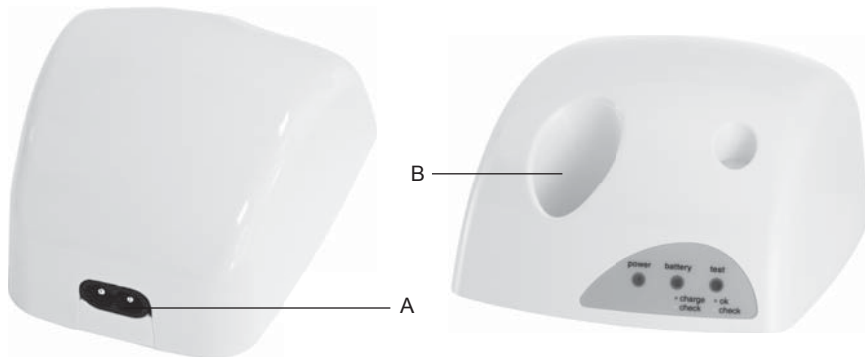

Bild 5
⚠ GEFAHR: Die Elektrokontakte des Ladegeräts nicht mit Metallgegenständen kurzschließen (Bild 5 - Ref.B) und nicht bei eingeschaltetem Gerät anfassen.
- 2 Das Stromkabel (Bild 3 - Ref.E) in die Buchse auf der Hinterseite des Geräts stecken (Bild 5 - Ref.A) und an die Wandsteckdose anschließen. Das grüne Led power schaltet ein (Bild 4 - Ref.A).
- 1 ist das Handstück in seinen Sitz in das Ladegerät einzusetzen (Bild 5 - Ref.B). Das grüne Led battery leuchtet auf (Bild 4 - Ref.B).
- 1 Setzen Sie das Handstück in seinen Sitz im Ladegerät (Bild 5 - Ref.B). Das grüne Led Battery leuchtet auf (Bild 4 - Ref.B).
Nach Beendigung der Behandlung setzen Sie das Handstück Starlight pro in das Ladegerät (Bild 5 - Ref.B).